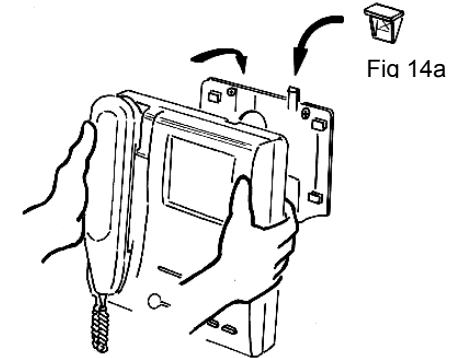

Fig.14a
- Connecter le bornier et fixer le moniteur sur l'étrier selon les indications de la fig.14a page 86. Pour stabiliser davantage la fixation du moniteur, mettre en place la petite cale détachée de l'étrier (fig. 13 page 86) selon les indications de la fig. 14a page 86.